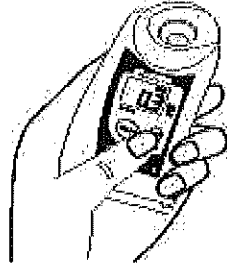

Рис.11
- (4) Нажмите кнопку СТАРТ. После того, как стрелка мигнет 3 раза, на экране появится результат измерения.
(5) Если дисплей показывает 0.0%, нулевая установка была успешно завершена. Вытрите воду с поверхности призмы салфеткой. Прибор готов к использованию.
(6) Если указанная величина не 0.0%, нажмите кнопку НОЛЬ и оставьте воду на призме (Рис. 11).